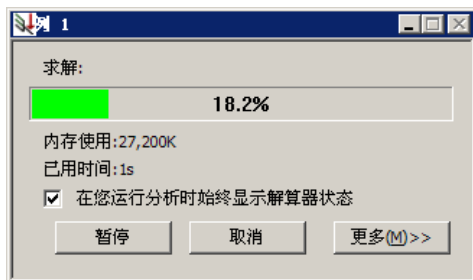

图 12.3.14 “求解”对话框
Step1. 选择下拉菜单 **Simulation**  **运行此算例** 命令，系统弹出图 12.3.14 所示的“求解”对话框，显示求解进程。